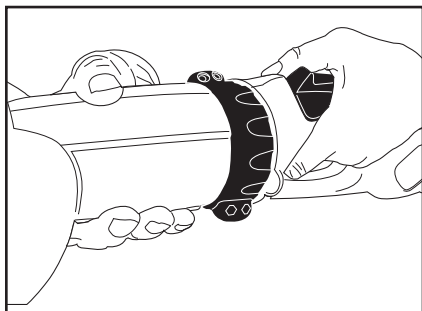

Figura 2
2. Inserte el extremo macho de la interfaz del mango de potencia en el enchufe hembra que está en el extremo del accesorio de la herramienta y verifique que esté asentado firmemente. (ver figura 2).